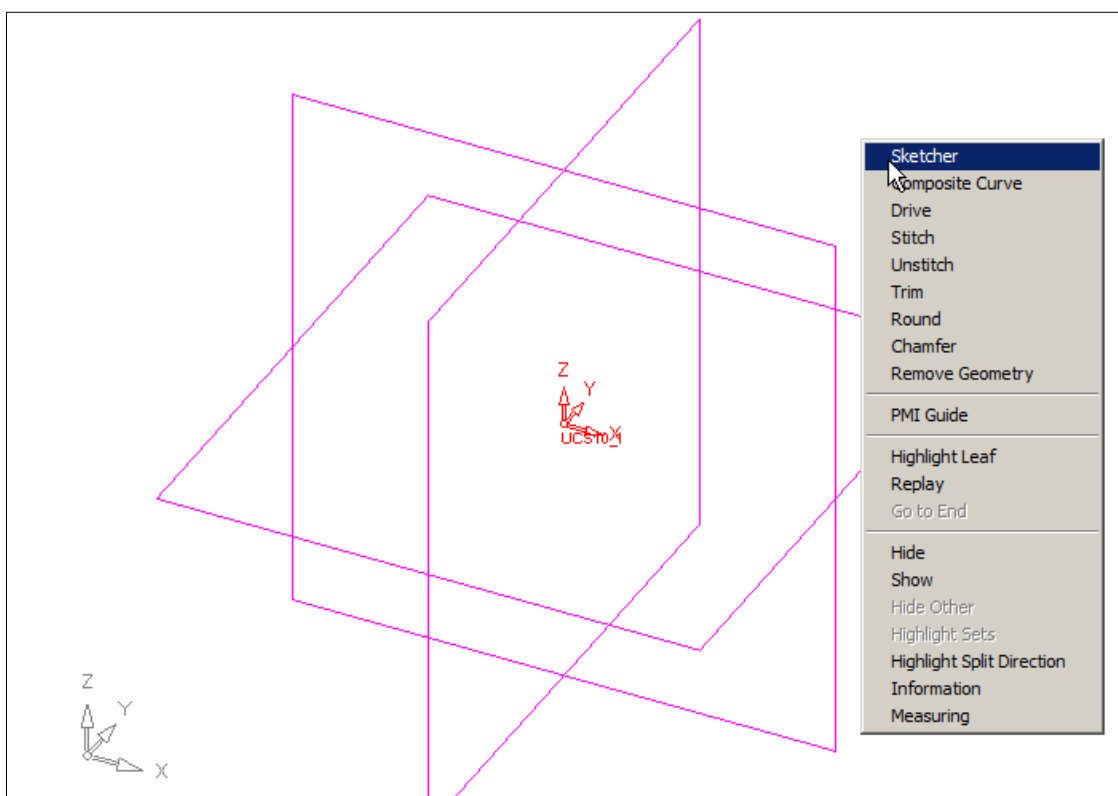
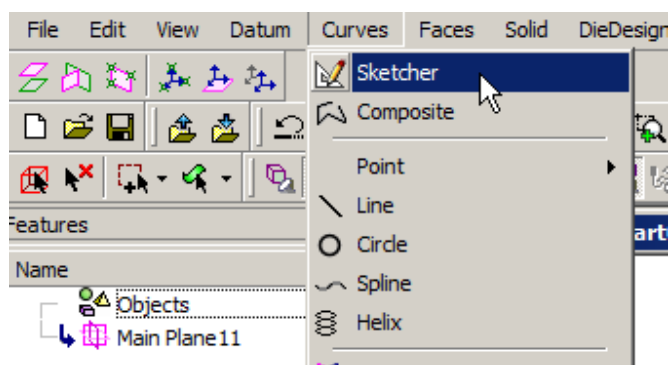
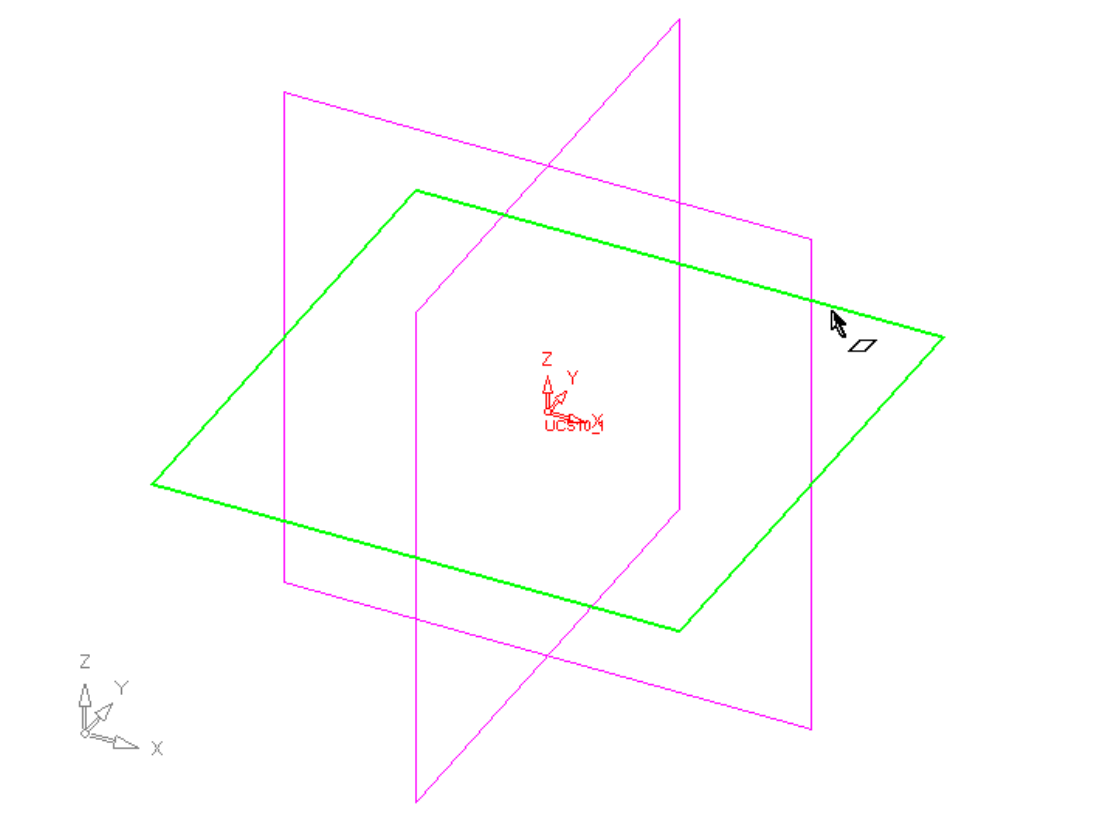
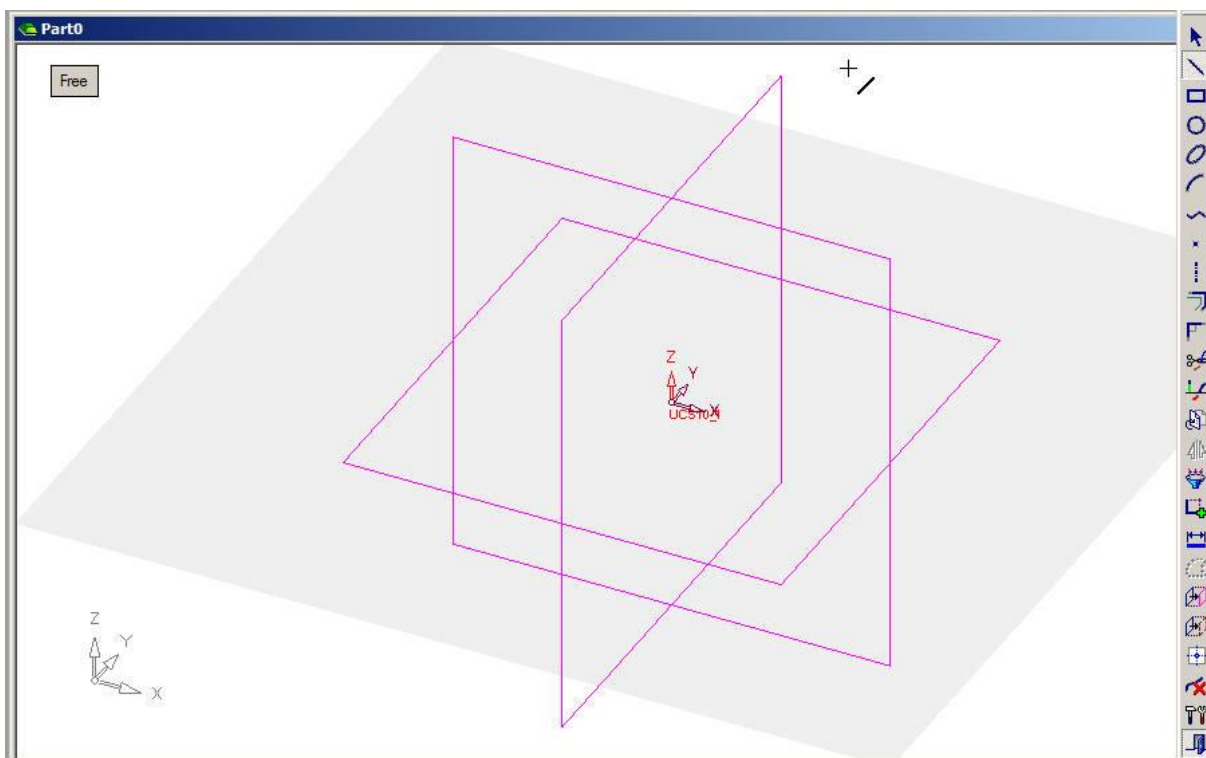

Рисунок 8 – Доступ к Эскизнику из контекстного меню
Рисунок 9 – Доступ к Эскизнику из верхнего меню
Рисунок 10 – Выделение плоскости построений цветом
Рисунок 11 – Кнопки Эскизника для построения на плоскости
3.3 Построение эскиза контура. Выбираем изометрическое положение Главных плоскостей. В свободном от изображений месте экрана вызываем ПКМ контекстное меню и выбираем *Sketcher* (Эскизник)  (рисунок 8), или из верхнего меню (рисунок 9). Сначала подводим курсор к контуру плоскости, на которой собираемся построить эскиз, – он выделяется цветом (рисунок 10), и выбираем его нажатием ЛКМ (рисунок 11). С правой стороны экрана появляется вкладка с кнопками различных примитивов и средствами редактирования.